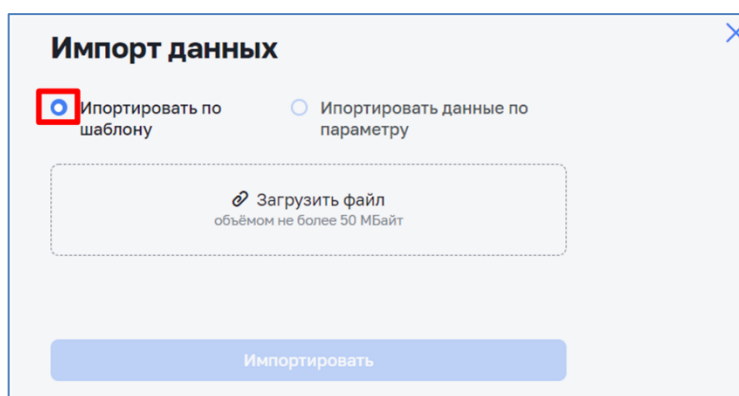

Рисунок 27 – Экранная форма «Импорт данных по шаблону»
- 3) в открывшемся окне установить чекбокс в «Импортировать по шаблону» или в «Импортировать данные по параметру» (см. Рисунок 27);